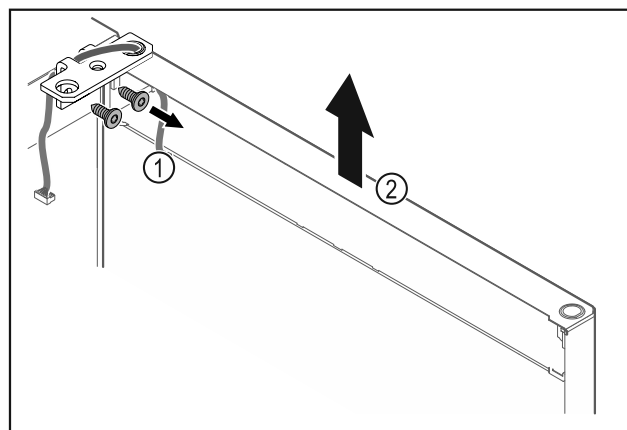

Fig. 26
- Skruva av gångjärnsfästet Fig. 26 (1).
- Lyft dörren rakt uppåt med gångjärnsfästet Fig. 26 (2) ca 200 mm och ta av den.